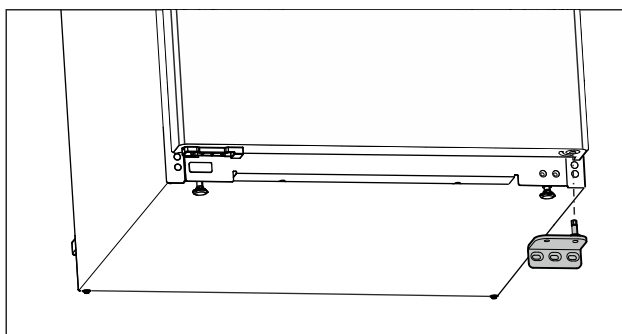

Fig. 12
- ▶ Lagerbock nach unten abnehmen. (siehe Fig. 12)